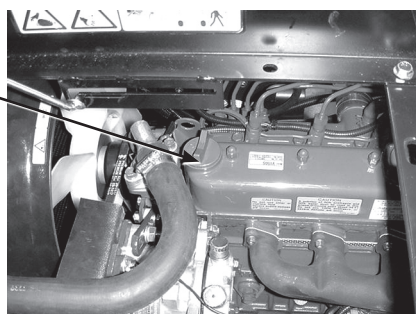

図34
13. オイルを補給口のキャップを取り、所要量の約80%のオイルを補給口 (図34) から入れる。